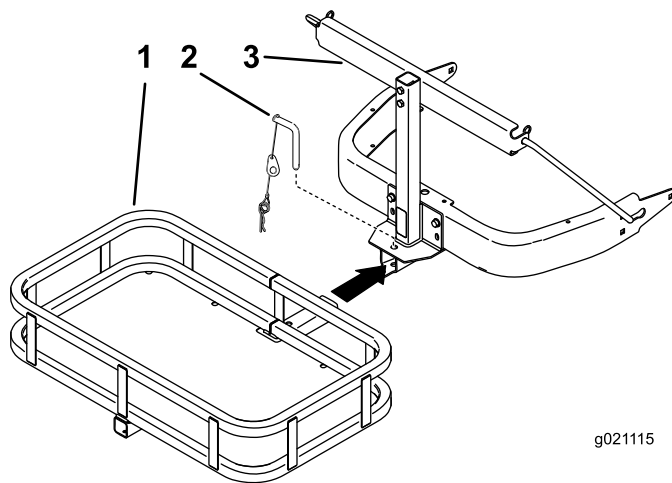

**Figura 1**
2. Usando los 2 taladros superiores, instale el conjunto de montaje de la bandeja y el pasador a la máquina con 2 pernos (5/16 x 1 pulgada) y 2 contratuercas (5/16 pulgada) (Figura 1).
3. Instale el conjunto del soporte de la bandeja en la parte inferior de la máquina usando 2 pernos autorroscantes (5/16 x 3/4 pulgada) (Figura 1).
4. Instale el soporte al conjunto de montaje de la bandeja con 2 pernos (3/8 x 2-1/4) y 2 contratuercas (5/16 pulgada) (Figura 1).